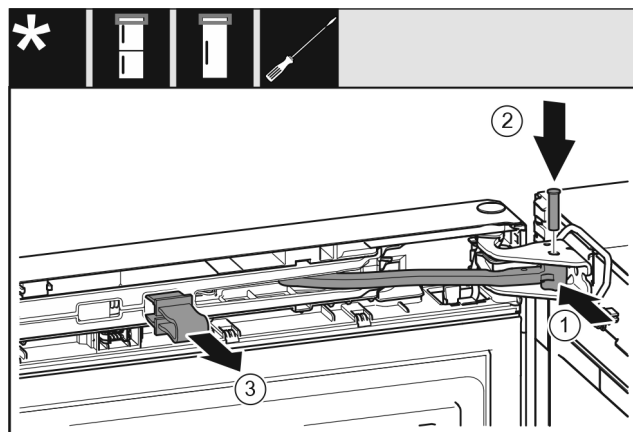

Fig. 43
- Ruotare il giunto Fig. 43 (1) nel blocco di supporto.
- ▶ Inserire il perno Fig. 43 (2) nel blocco di supporto e nel giunto. Assicurarsi che la camma di arresto sia posizionata correttamente nella scanalatura.
- ▶ Rimuovere il fusibile Fig. 43 (3).